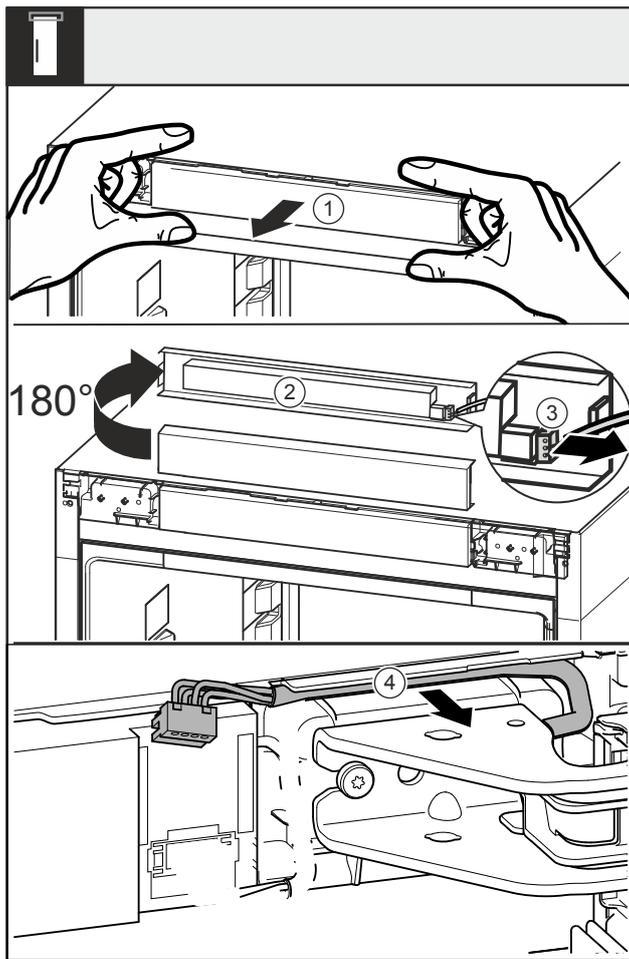

Fig. 16
- ▶ Allentare la maschera Fig. 16 (1) in avanti.
- ▶ Ruotare la maschera Fig. 16 (2) verso l'alto di 180°.
- ▶ Spingere il naso di arresto sulla spina Fig. 16 (3) all'indietro ed estrarre con cautela la spina.
- ▶ Allentare il cavo Fig. 16 (4) dalla guida passando attraverso il blocco di supporto.